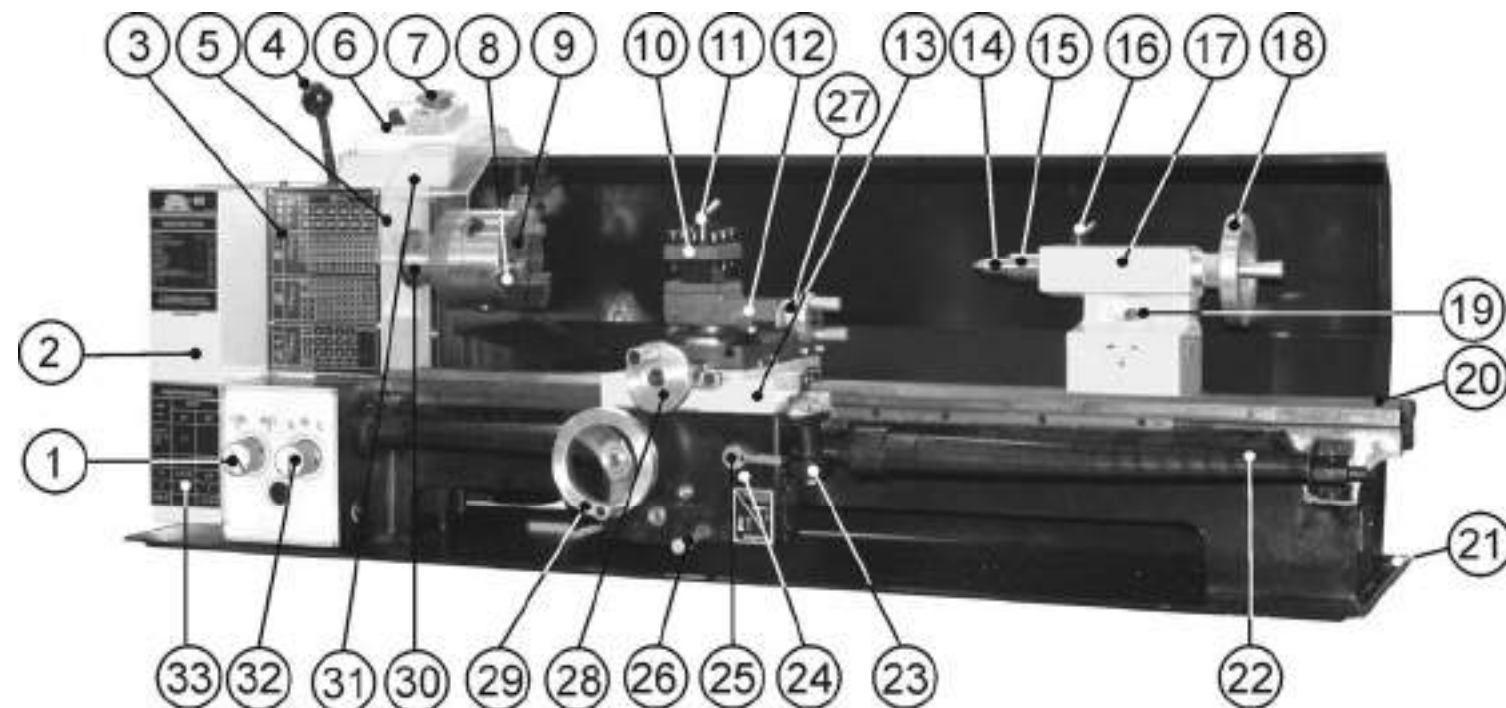

Рис. 2
7.1. Станок состоит из следующих сборочных единиц и деталей (Рис.2)
- 8.4. Установите пластиковую ручку (Ж) с осью ручки (Н), Рис.1, на маховик подачи поперечного суппорта (28), Рис. 2.
- 8.6. В конус пиноли (15) задней бабки (17) установите центр Морзе №2 (14), Рис. 2.
- 8.7. Установите ручку (Д), Рис. 1б, на рычаг натяжения ремня (4), как показано на Рис. 2.
10.1. Подготовка к работе (Рис. 2)